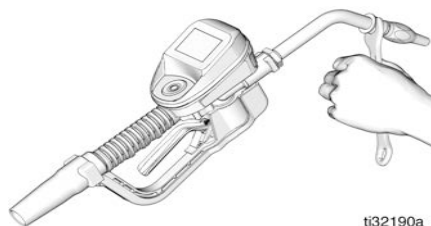

图 10
2. 用开口活动扳手夹住喷嘴套管的平边面牢固拧紧 (图 10)。
- 为了防止损坏喷嘴，仅使用扳手夹住喷嘴套管的平边面拧紧喷嘴，如图 10。